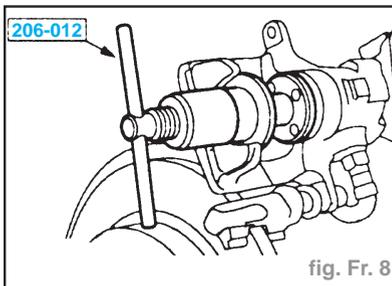

fig. Fr. 8
- Rétracter le piston d'étrier au maximum à l'aide de l'outil spécial (fig. Fr. 8).